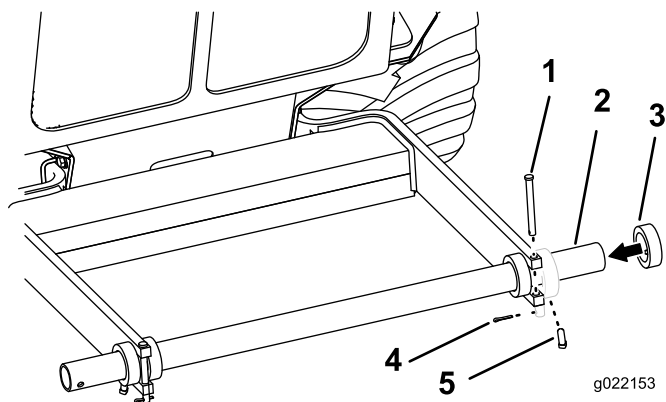

Figura 2
2. Coloque 2 collarines de tope en el tubo del portabobinas, y coloque el tubo en el soporte del portabobinas con los collarines de tope en el interior del soporte (Figura 2).